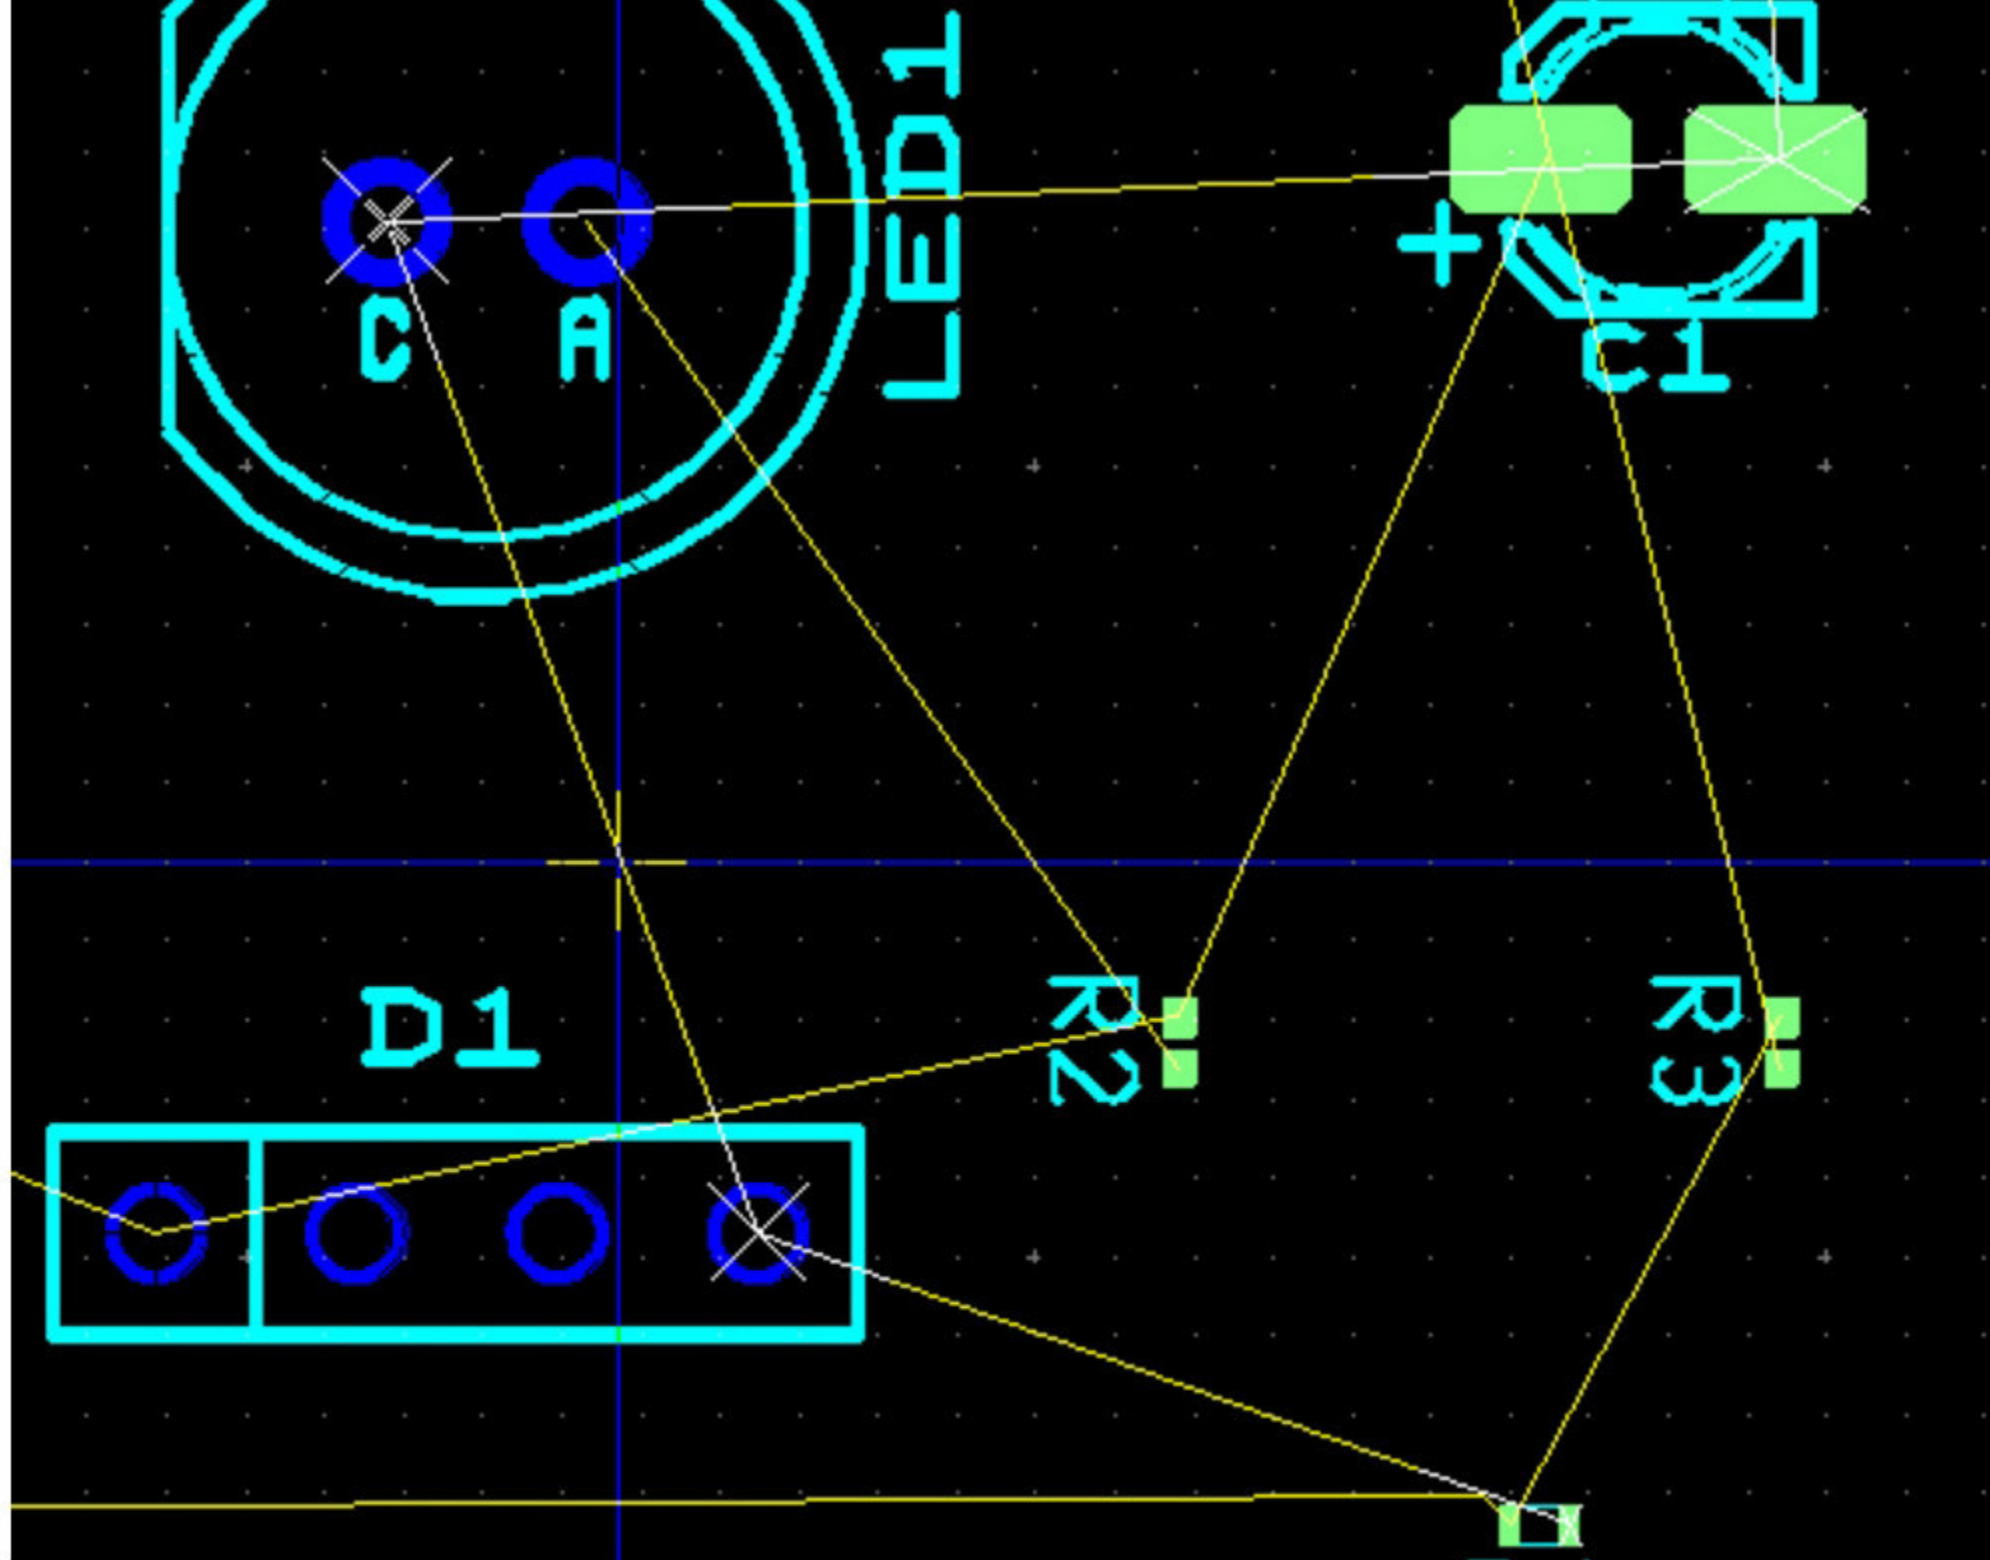
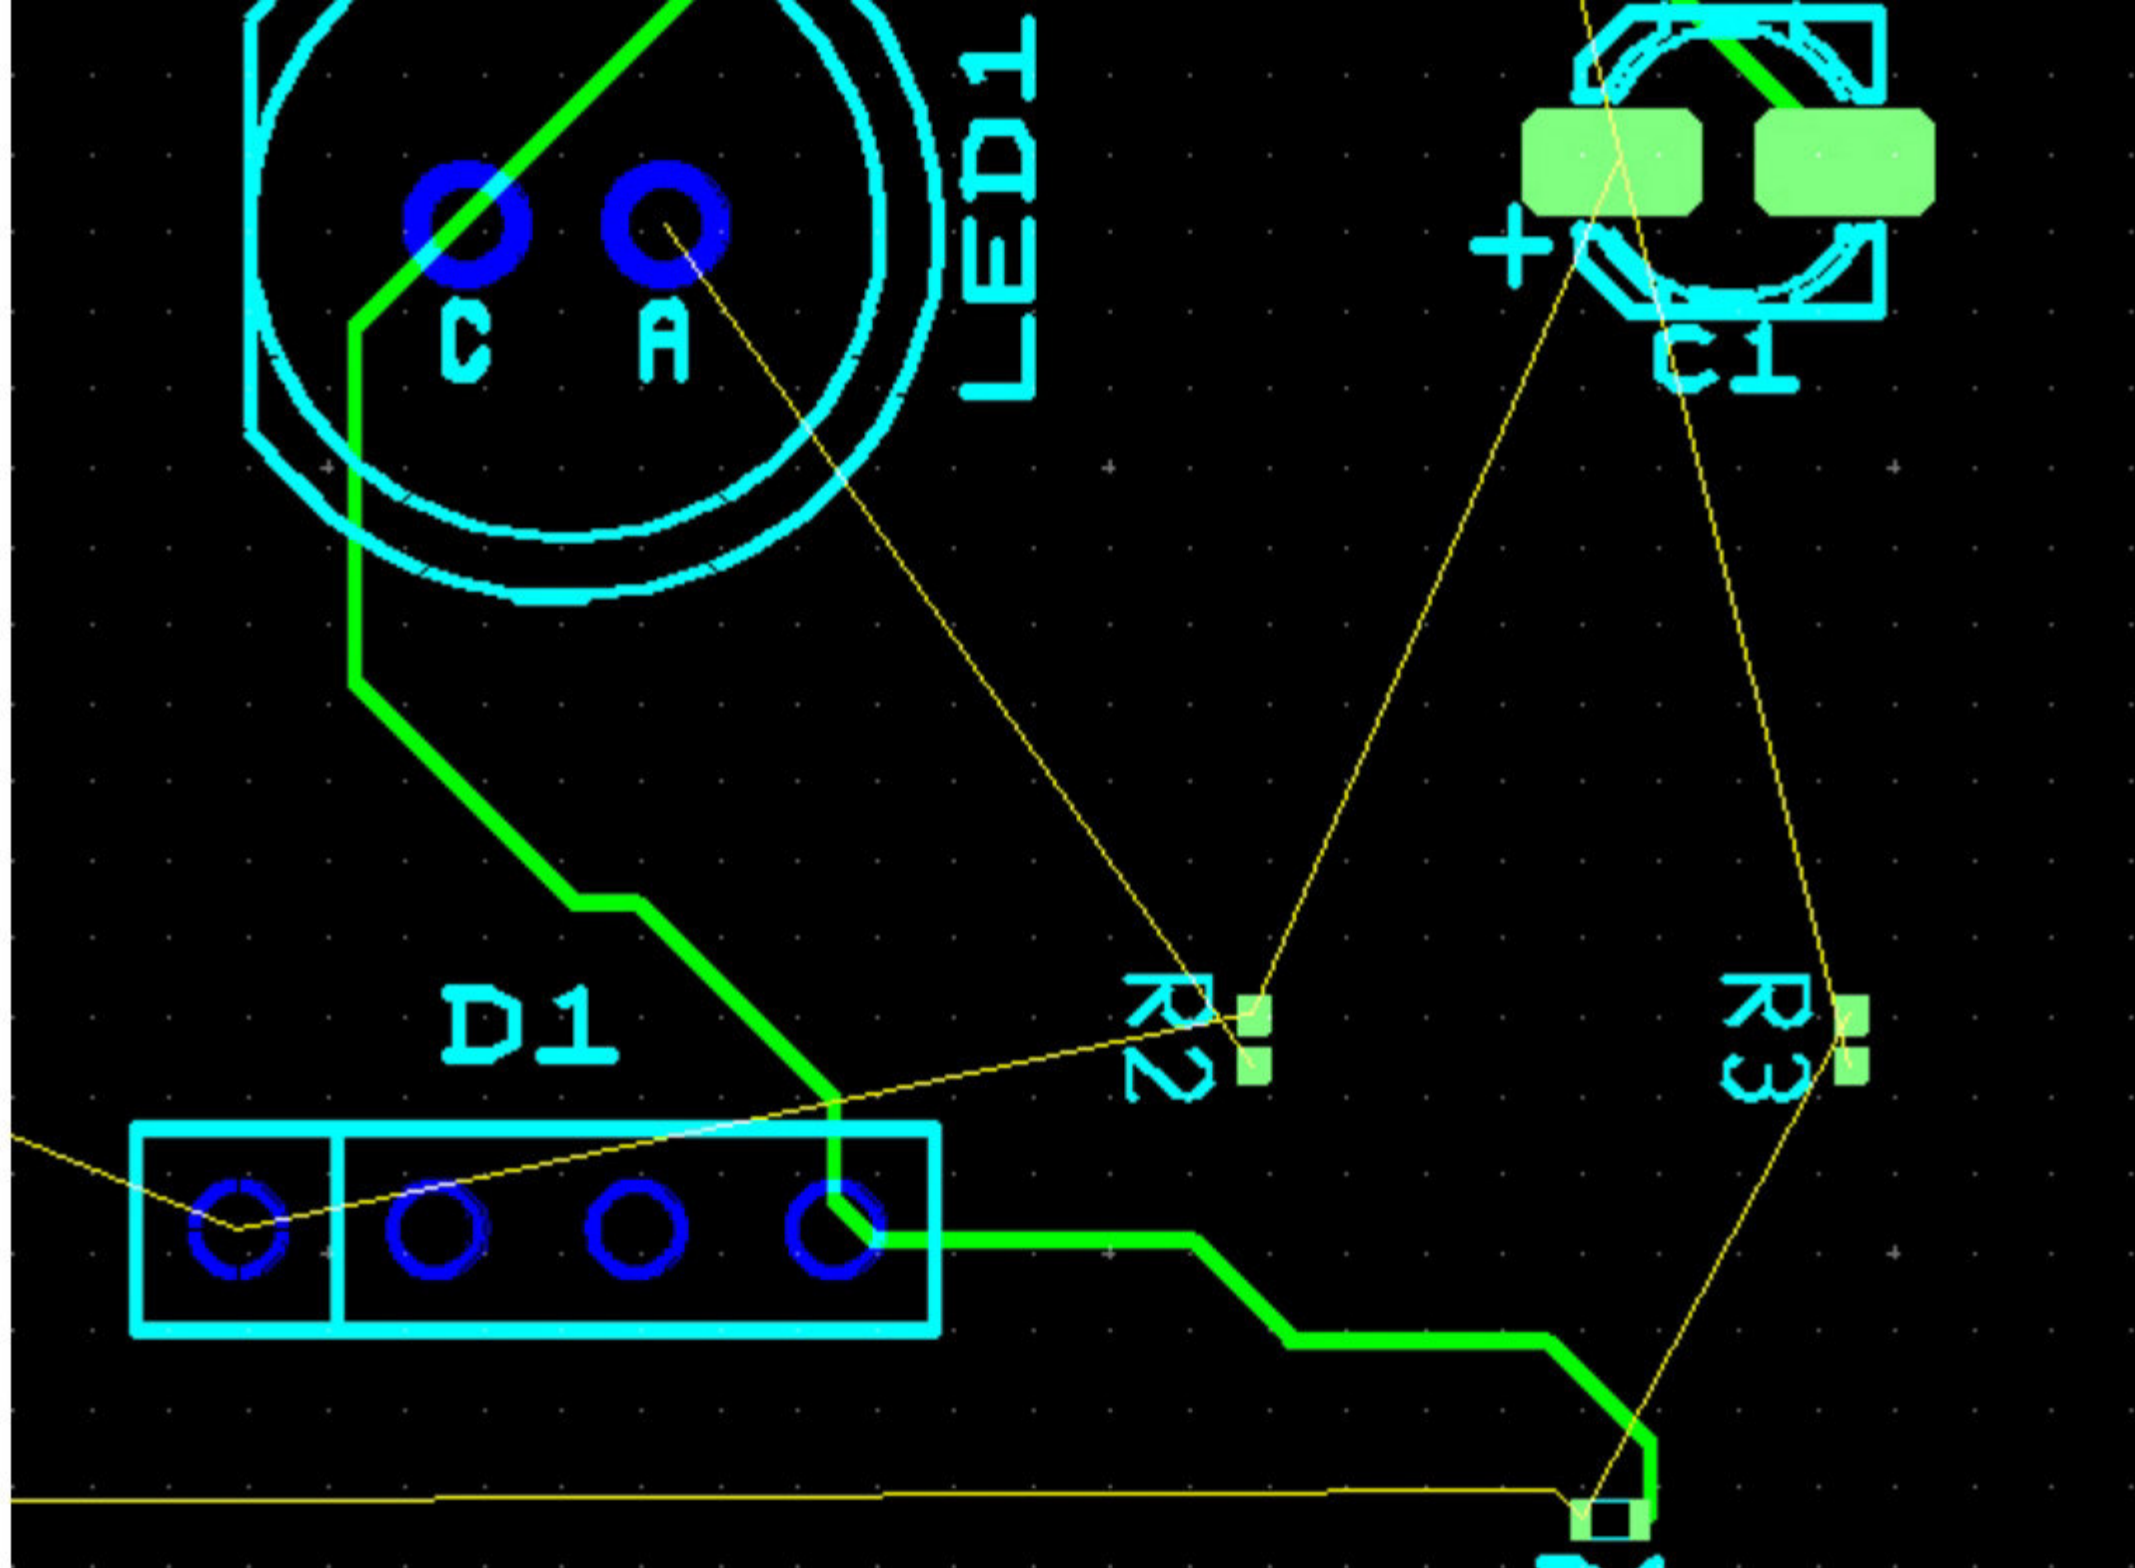

Рис. 10. Выбор цепи при помощи инструмента «Следуй за мной».
Рис. 11. Трассировка цепи при помощи инструмента «Следуй за мной».
3. Выбор цепи, которую предполагается развести и прокладывание трассы. Также вместо цепи можно выбрать вывод компонента этой цепи. Для того, что бы выбрать цепь, необходимо подвести к ней курсор и щелкнуть по ней левой кнопкой мыши (при этом контактные площадки и переходные отверстия, входящие в состав этой цепи, будут подсвечены крестиками – рис. 10). Вывод компонента выбирается также щелчком левой кнопкой мыши. В результате чего трасса будет закреплена за курсором. Прокладывание маршрута трассы производится посредством передвижения курсора и щелчков левой кнопкой мыши в местах изгибов проводника. В результате чего разработчиком выбирается наиболее оптимальный маршрут (рис. 11).